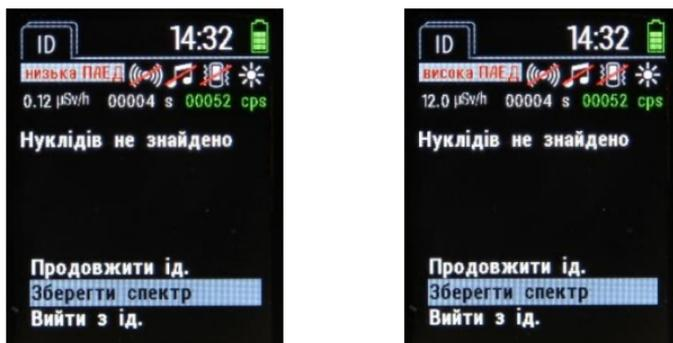

Рисунок 10 – Відображення низької або високої ПАЕД
**Увага!** Перед запуском процесу ідентифікації потрібно переконатися що ПАЕД гамма-випромінення від радіонукліду, що досліджується, є більшою за 0.3 мкЗв/год, в іншому випадку процес ідентифікації не розпочнеться. Також потрібно стежити, щоб у процесі ідентифікації ПАЕД гамма-випромінення була в діапазоні від 0,3 мкЗв/год до 10 мкЗв/год, оскільки інакше процес ідентифікації автоматично завершиться, а в рядку стану відобразатиметься напис “низька або висока ПАЕД” (рис. 10).
- вихід з режиму експерта до вікна ідентифікації (рис. 10).